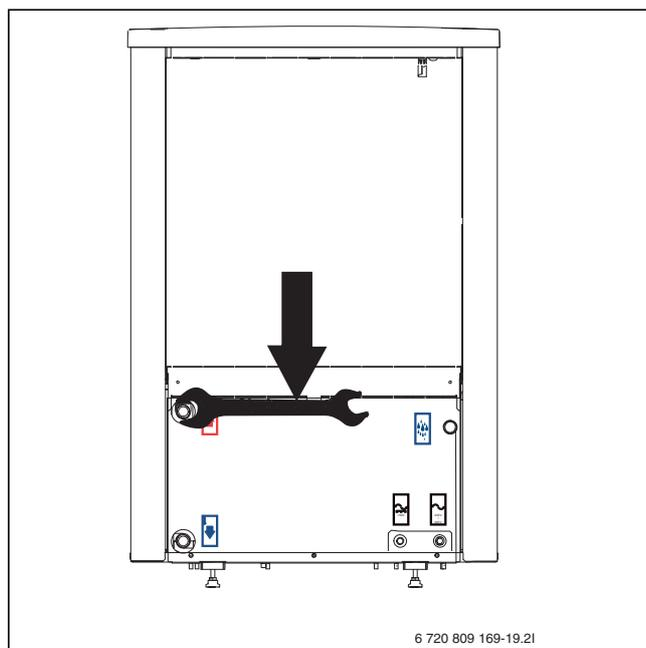

Bild 15 Wärmepumpenanschlüsse. Anziehen.
- ▶ Anschlüsse der Wärmeträgerrohre mit einem Anzugsmoment von 120 Nm anziehen. Die Kraft nach unten richten (siehe Abb. 15) um eine seitliche Belastung des Kondensators zu vermeiden.